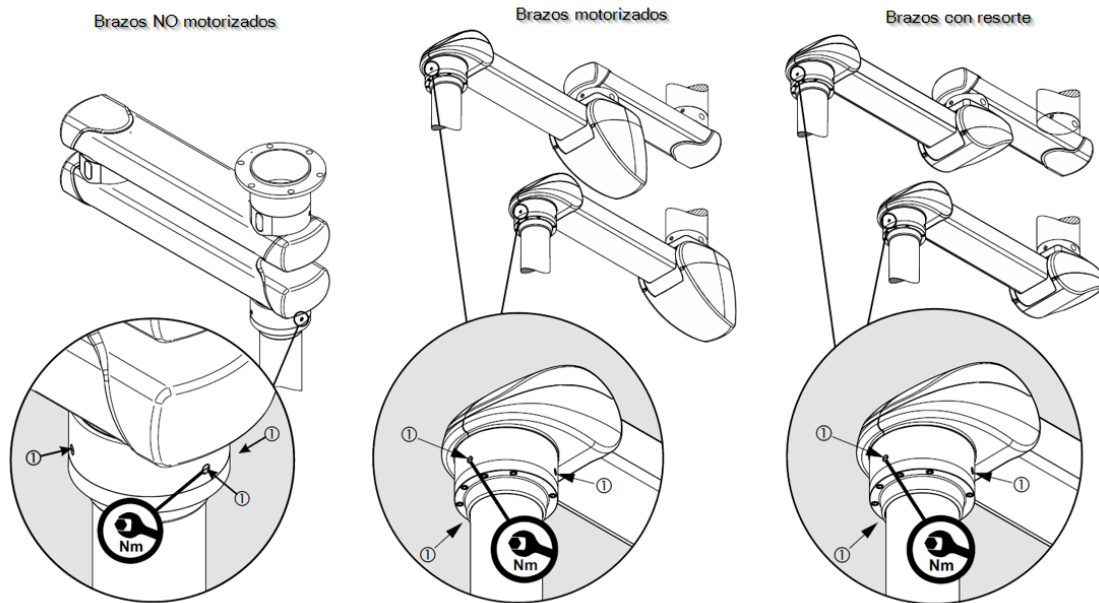

Abb. 40 Einstellung der Reibungsbremse am Fallrohr mit Lager
Bei Einstellung des Endanschlags wie in Abbildung 40 dargestellt beträgt der Totpunktbereich 45° . Das bedeutet, dass der Federarm (3) einen maximalen Bewegungsbereich von ca. 315° hat. Wenn die minimale Einstellung am Endanschlag nicht definiert ist, während die Bremsen am Zwischenlager (11) und am Deckenlager (10) eingestellt werden, ist es ziemlich schwierig, das Aufhängungssystem aus der gestreckten Position (12) zu biegen und es am Zwischenlager (11) des Federarms (3) zu drehen.